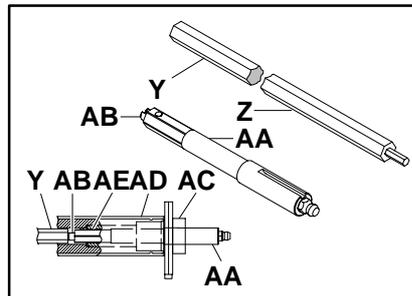

Abbildung 13
Bei der Demontage der Antriebswelle (AA in Abbildung 13) wird ein Dorn Sechskantschlüssel mit Verlängerung (Z) benötigt; Teilenummer ☆25-08 für Gurtförderer von 44 mm bis 305 mm Breite oder Teilenummer ◇25-08A für Gurtförderer, die breiter sind als 305 mm.